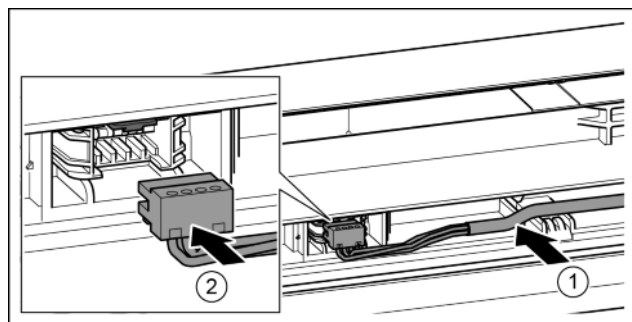

Fig. 43
- ▶ Szary kabel włożyć w przewodnicę w górnych drzwiach. Fig. 43 (1)
- ▶ Podłączyć wtyczkę. Fig. 43 (2)